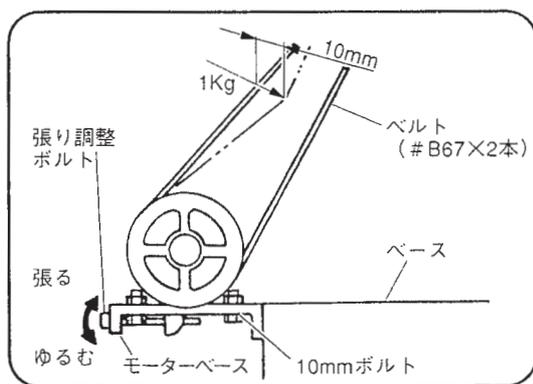

図 57
- (1) モーターを取付けている10mmボルト（4個）をゆるめ、張り調整ボルト（10mm）をまわして、ベルトの張りを調整します。（図57）1kgで押したときに10mmたわむよう調整します。
- (2) 次に10mmボルト（4個）を締めて、モーターをしっかりと固定してください。